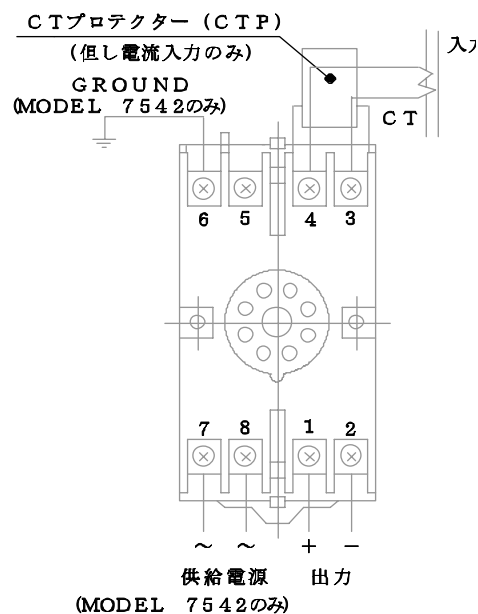

図2
2. 配線は図2の接続図により接続し、電線は回路の定格容量に適合するものを使用して下さい。